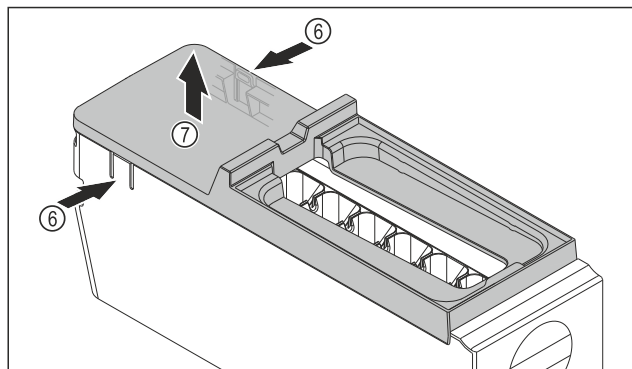

Fig. 213
- Снимите крышку корпуса EasyTwist-Ice: Надавите рукой на накладки Fig. 213 (6) с обеих сторон корпуса EasyTwist-Ice.
- Другой рукой снимите крышку Fig. 213 (7) по направлению вверх.